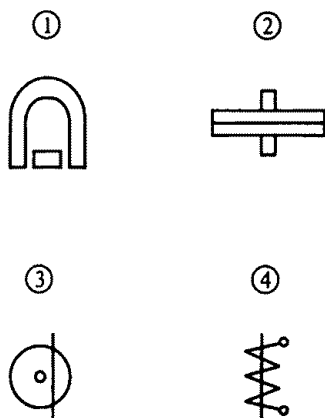

Рис. 163
5.8. Указать на рис. 163 обозначение приборов индукционной системы.